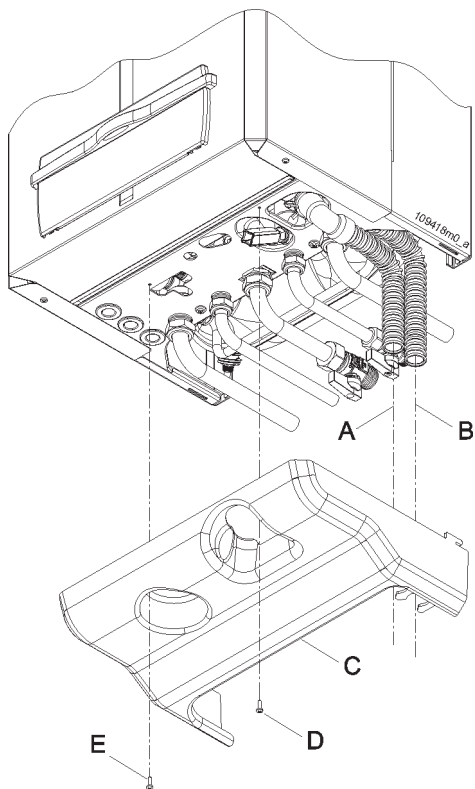
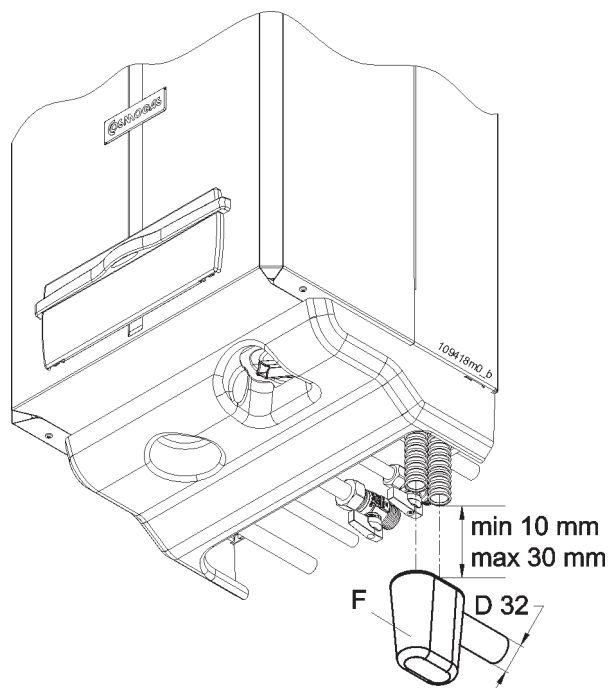

Рисунок 13 - Подсоединение отвода клапана безопасности "А" и отвода конденсата(труба "А" не поставляется)
Рисунок 14 - Воронка для сифона "F" (опция)
Внутри котла установлен сифон для отвода конденсата (см.рис.1 поз.40) Для предотвращения выхода наружу продуктов сгорания, сифон переходит в трубопровод "В" см. рис. 13. Далее устанавливается сифон для предотвращения запахов рис. 14 поз. "F" (сифон поставляется по требованию). В особенности приспособление для отвода конденсата должно быть:
- ☞ для жилых помещений пользователей с количеством потребителей больше 10, может быть соединено с канализацией. Используется внутренний сифон для предотвращения запахов из котла и наружный рис.14 поз. "F" для предотвращения запахов из канализации. Если офис имеет менее 10 пользователей. Перед подсоединением с канализацией уместно нейтрализовать конденсат (см. гл.10 в зависимости от кислотности и количества конденсата),
Котел защищен от воздействия высокого давления клапаном безопасности отрегулированным на 3 бар (см. рис.1 поз. 12). Отвод из клапана безопасности должен быть соединен с трубой "А" (см. рис 13) с внутренним диаметром минимум 13 мм. Труба "А" должна быть связана с сифоном предупреждающим запахи (поз."F" рис 14). Такой отвод с сифоном выполняется для предотвращения высокого давления в случае открытия клапана безопасности. Труба "А" рис. 13 не поставляется, а сифон поставляется по требованию.